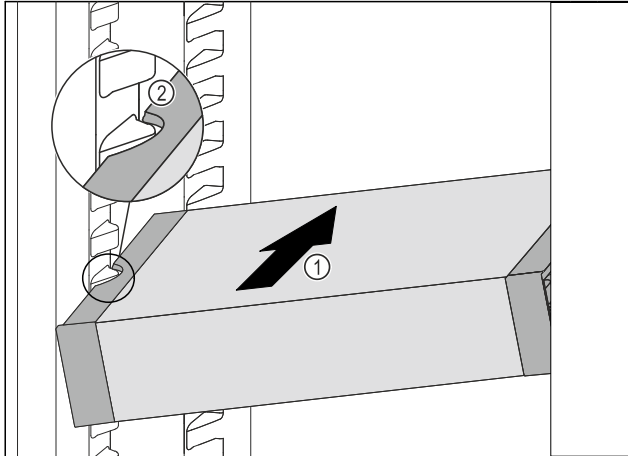

Fig. 129
- ▶ Introduzca el VarioSafe en posición oblicua en el compartimiento del frigorífico Fig. 129 (1) hasta que los huecos laterales Fig. 129 (2) del VarioSafe se encuentren a la altura de la nervadura del recipiente en el compartimiento frigorífico.